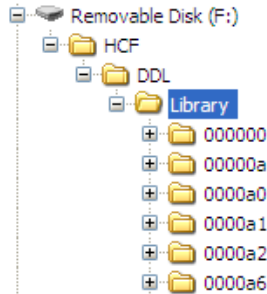

Figura 2-14: Estrutura das pastas da biblioteca de dispositivos HART®
2. Certifique-se de que a pasta HCF esteja no diretório raiz do pen drive USB. A estrutura de diretório necessária no pen drive USB é mostrada na Figura 2-14.
3. Copie a pasta HCF para o diretório raiz do dispositivo de memória USB DPI 620 Genii. A estrutura de diretório necessária no dispositivo de memória USB DPI 620 Genii é mostrada na Figura 2-14.